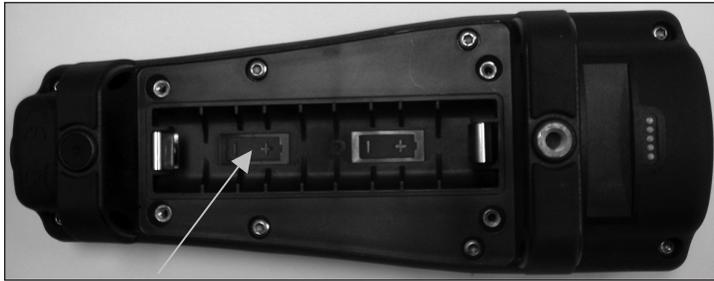

Figura 1. Pro2030 sin la tapa de las baterías. Tenga en cuenta los símbolos que indican la polaridad de las baterías.
4. Instale las baterías nuevas, comprobando la alineación correcta de la polaridad (figura 1).